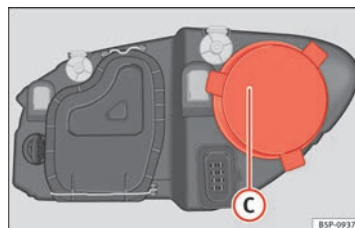

Abb. 186 Fernlicht
- Den Deckel ⇒ Abb. 186 C abziehen. ►